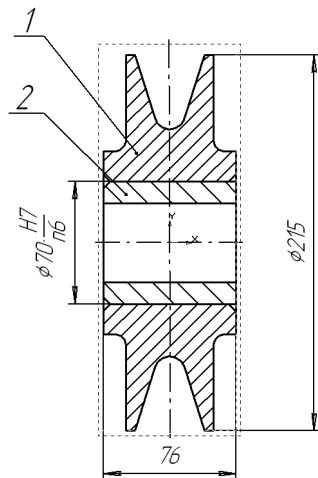

Рис. 53.22. Выделение детали
2. Выделите рамкой изображение *Ролика*, как это показано на рис. 53.22.